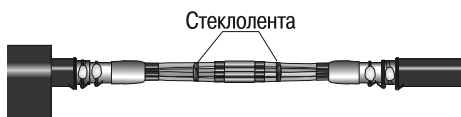

Рисунок 12
4.30 Закрепить жилы в этом положении стеклолентой (рисунок 12). Закрепить стеклоленту изолянтной.